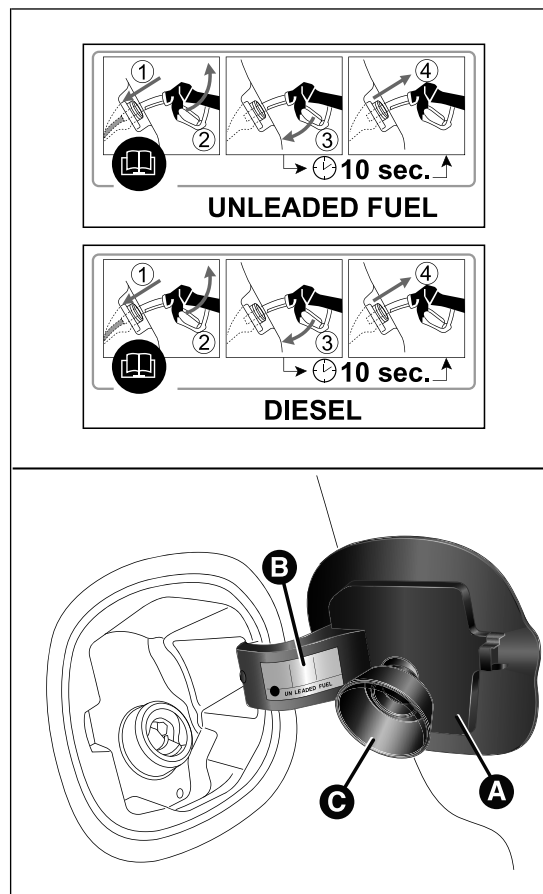

fig. 120
El procedimiento de repostado descrito a continuación se indica en la placa B fig. 120, situada en el interior de la tapa del depósito de combustible. En la placa también se indica el tipo de combustible (UNLEADED FUEL=gasolina, DIESEL=gasóleo).
- ☐ abrir el portón A fig. 120 tirando hacia el exterior;
La tapa A fig. 120 dispone de un capuchón guardapolvo C que, con la tapa cerrada, impide que queden restos de polvo en el extremo de la boca de llenado.